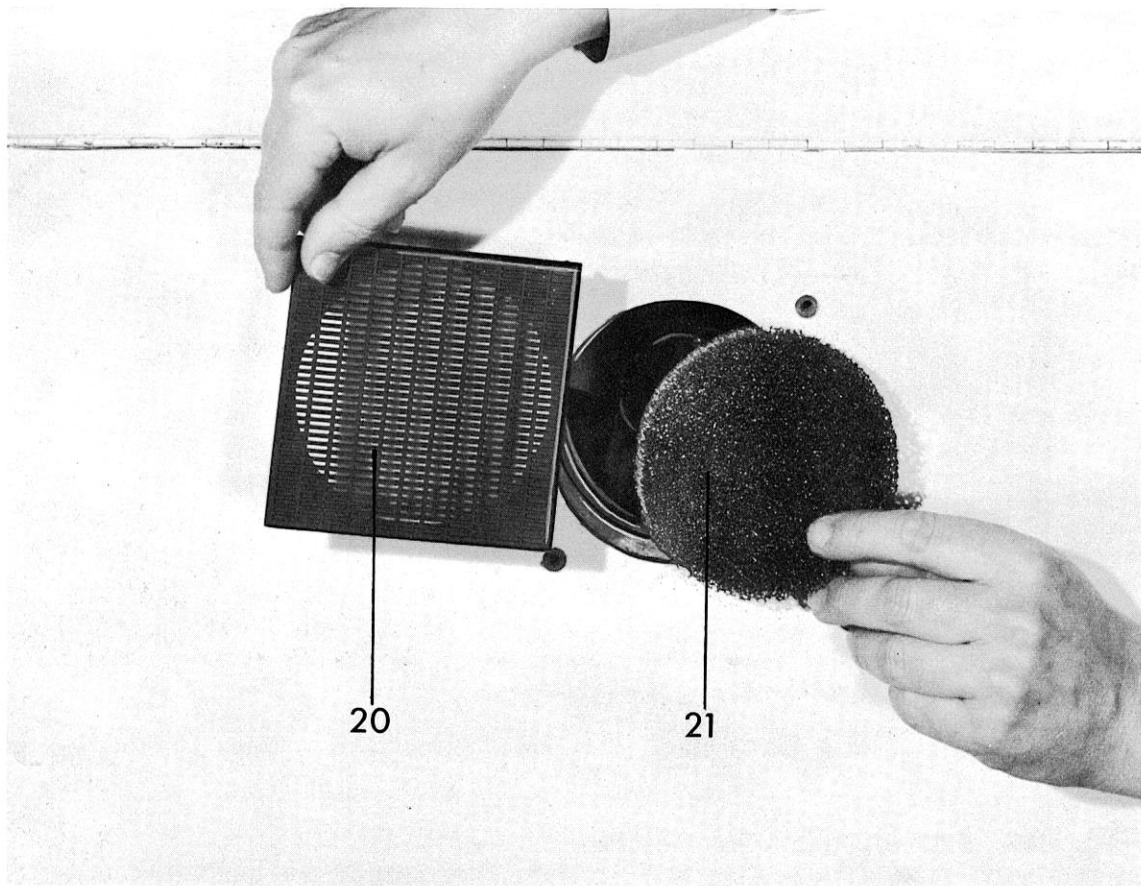

Abb. 6 Auswechseln des Luftfilters
Auf der Rückseite des Gehäuses befindet sich hinter der abnehmbaren Abdeckung (20) Abb. 6 ein Luftfilter (21).